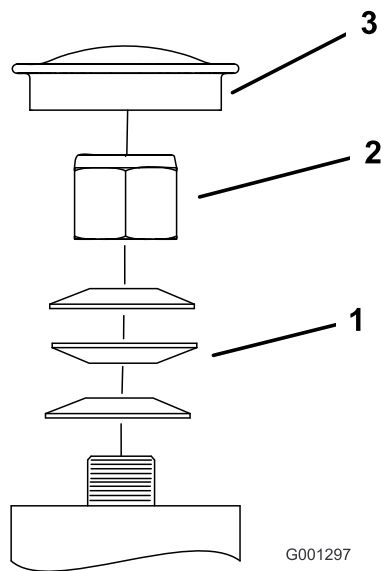

Figure 56
3. Retirez le capuchon antipoussière de la roue pivotante et serrez le contre-écrou (Figure 56).
4. Continuez de serrer le contre-écrou jusqu'à ce que les rondelles élastiques soient aplaties, puis desserrez-le d'un quart de tour pour obtenir la précharge correcte des roulements (Figure 56).
5. Reposez le couvre-moyeu (Figure 56).
**Important:** Veillez à placer les rondelles élastiques comme montré à la Figure 56.